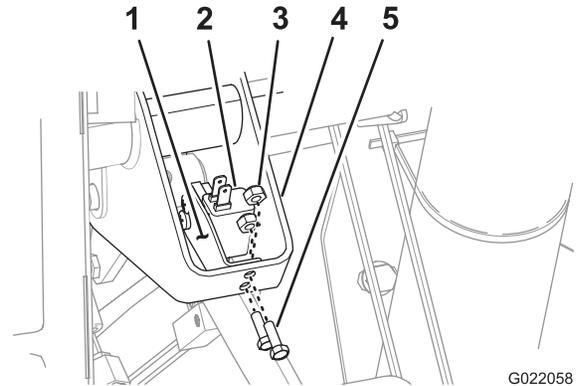

Bild 4
- Fluchten Sie die Schalterhalterung und den Schalter mit der Vorderseite der Stützhalterung für das Kupplungspedal aus (Bild 4).
- Fluchten Sie die Löcher in der Schalterhalterung mit den Löchern aus, die Sie in die Stützhalterung gebohrt haben (Bild 4).
- Befestigen Sie die Schalterhalterung mit den zwei Schrauben und zwei Sicherungsmuttern an der Stützhalterung für das Kupplungspedal (Bild 4).